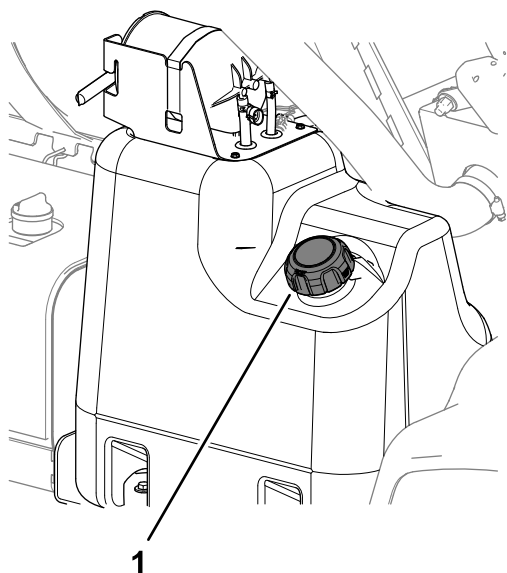

Figure 64
2. Nettoyez la surface autour du bouchon du réservoir de carburant (Figure 64).